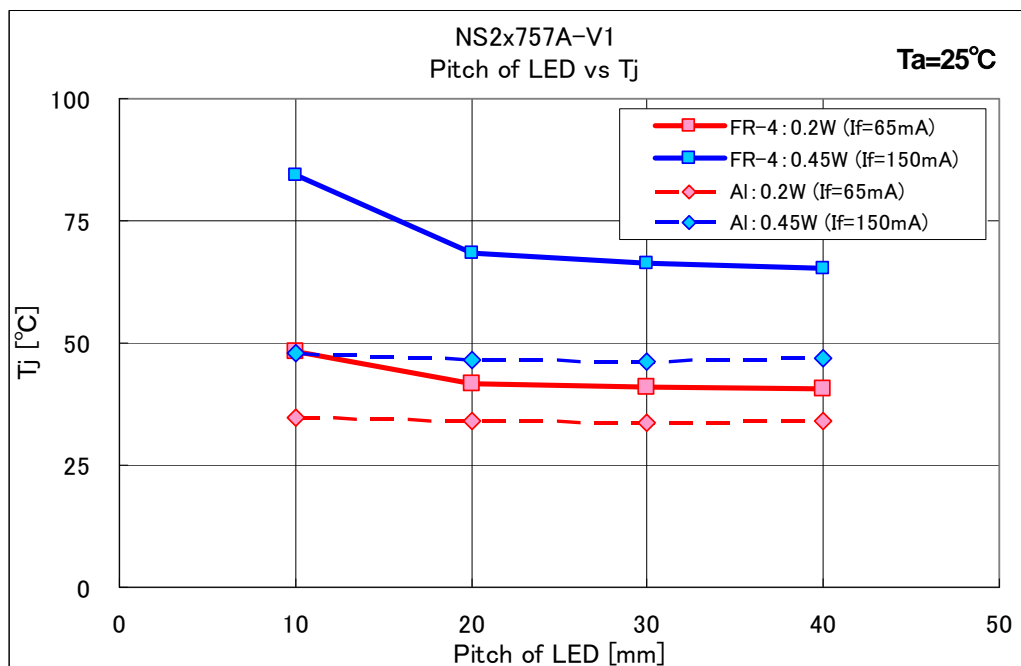

図 8. NS2x757A-V1 評価結果
0.2W( $I_f=65\text{mA}$ )と0.45W( $I_f=150\text{mA}$ )における LED 実装ピッチと中心 LED の  $T_j$  の関係を図 8 に示します。